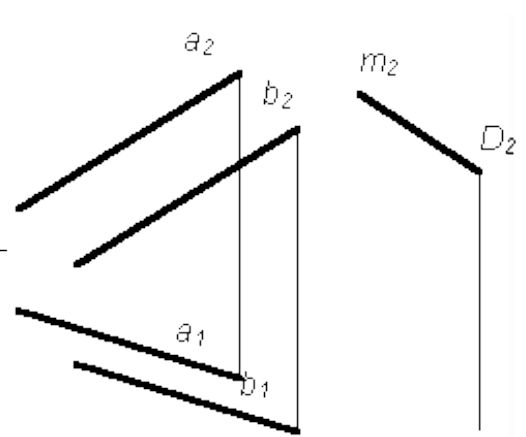

Рис.3.
3. Дана плоскость $P(a \parallel b)$ и фронтальная проекция m_2 прямой m , проходящей через точку D . Построить горизонтальную проекцию прямой m_1 так, чтобы прямая m была параллельна плоскости $P(a \parallel b)$ (рис. 3).